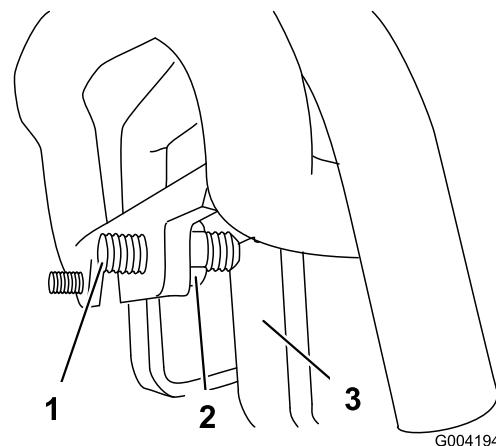

Figure 57
- Si la machine se déporte vers la **gauche**, desserrez l'écrou de blocage **droit** et ajustez la vis de réglage de correction directionnelle à l'avant de la commande de déplacement (Figure 57).
- Si la machine se déporte vers la **droite**, desserrez l'écrou de blocage **gauche** et ajustez la vis de réglage de correction directionnelle à l'avant de la commande de déplacement (Figure 57).